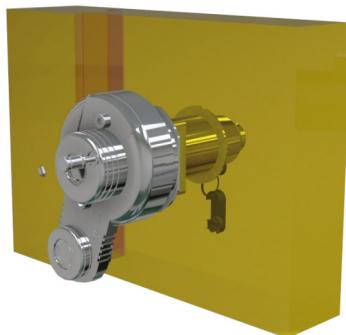

Рис.15
**Шаг 10.** При выходе из помещения, сначала нужно открыть замок: выдвинуть кнопку ригеля на себя и повернуть ригель вниз до упора (рис.15)